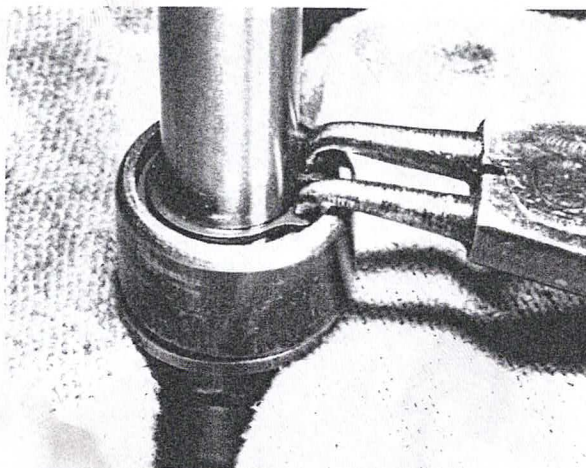

Bild 152
- Die neuen Dichtringe mit den Dichtlippen gegen die Unterseite des Gleitrohres einbauen. Die Dichtringe können mit einem gut passenden Steckschlüsseinsatz eingetrieben werden. Vor dem Einführen des Standrohres müssen die Dichtlippen geschmiert werden (Bild 152).